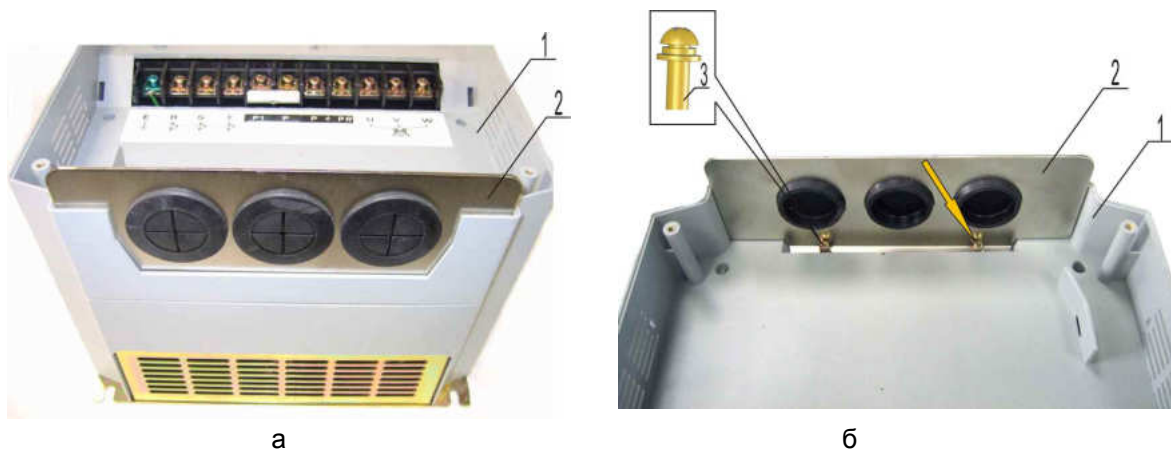

Рис. 6.5
6.5.1. Выкрутить два винта 3 крепления панели кабельных вводов 2 к корпусу 1 (рис. 6.5а и 6.5б). Снять панель. Положить панель и винты в тару.